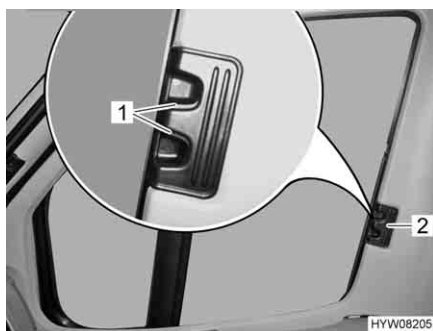
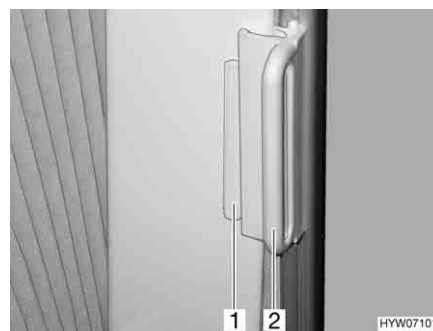

Fig. 25 Bloccaggio delle tendine oscuranti pieghevoli per il finestrino del conducente/passeggero
Fig. 26 Bloccaggio delle tendine oscuranti pieghevoli per il finestrino del conducente/passeggero (alternativa)
- Inserire la tendina oscurante pieghevole per la maniglia (Fig. 25,2 o Fig. 26,2) fino all'arresto.
- Far innestare il bloccaggio (Fig. 25,1) oppure spingere l'impugnatura (Fig. 26,2) fino al sopralzo (Fig. 26,1).